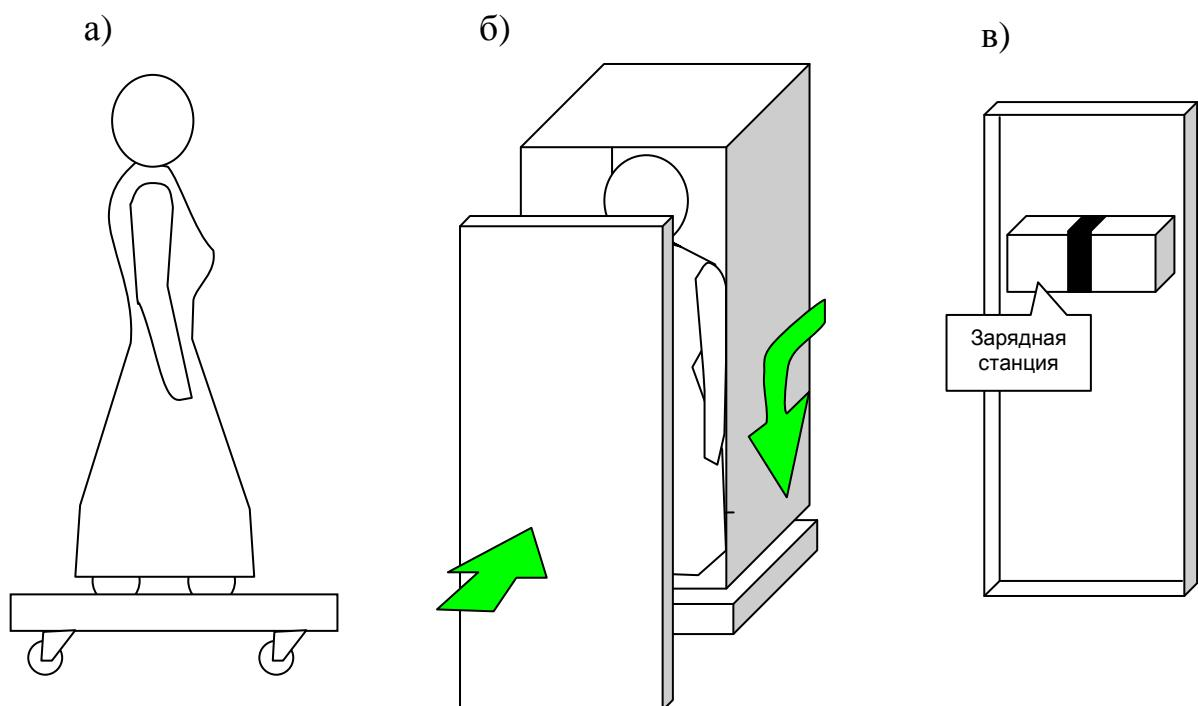

Рис. 8 – размещение робота в кофре для транспортировки:
4. Допускается использовать нижнюю крышку бокса для транспортировки, как тележку для перевозки робота на небольшие расстояния (Рис. 8, а).
Схема размещения робота в боксе для транспортировки показана на Рис. 8.